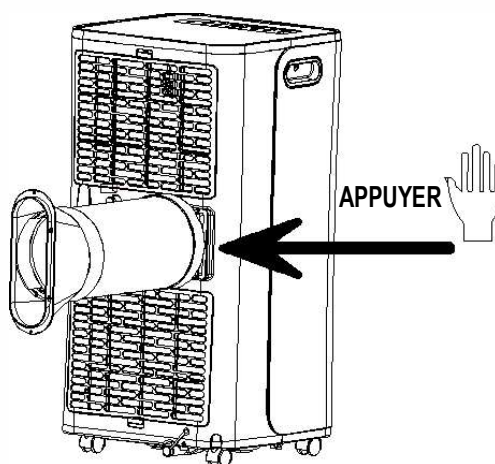

Figure 1
1.1 Installez l'ensemble de tuyaux de chauffage (comme illustré à la figure 1)
- 2) insérez l'ensemble du tuyau thermique (à l'extrémité du raccord d'évacuation) dans la fente d'aération du panneau arrière (en poussant vers la gauche) et terminez l'assemblage (comme indiqué sur la figure 1).